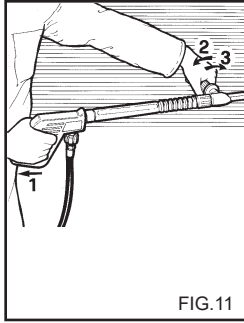

FIG.11
**USO DA LANÇA DUPLA (fig. 11). (Se disponível).**